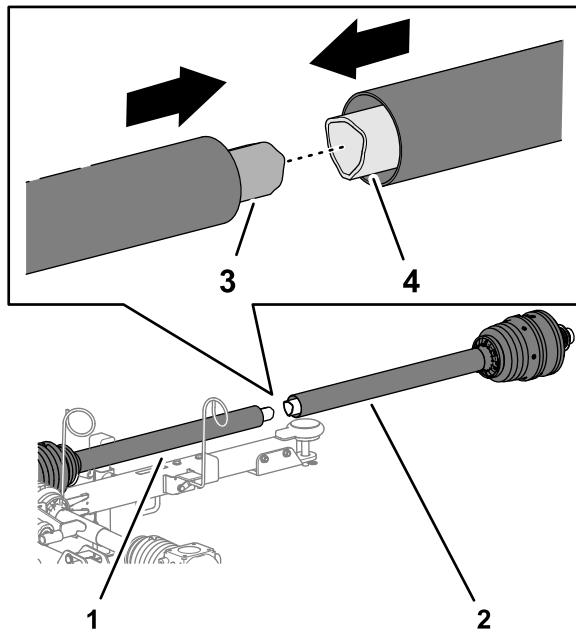

Bild 8
1. Den Innenschlauch der hinteren Zapfwellenhälfte mit dem Außenschlauch der vorderen Zapfwellenhälfte ausrichten und beide Schläuche zusammenschieben (Bild 8).